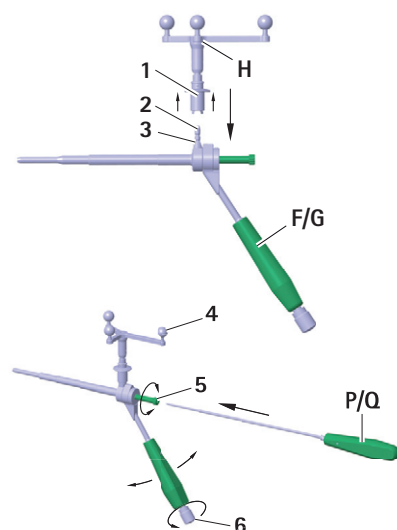

Fig. 2 Montaggio dell'unità a stella Aesculap sul calibro di foratura S⁴C FW664R/FW665R
► Per verificare che la videocamera abbia il campo libero sulle sfere di marker riflettenti, allentare il pomello 6 sull'impugnatura S⁴C del calibro di foratura S⁴C F/G e ruotare l'unità a stella Aesculap H nella posizione desiderata, vedere Fig. 2.
- Per verificare che la videocamera abbia il campo libero sulle sfere di marker riflettenti, allentare il pomello 6 sull'impugnatura del calibro di foratura S⁴C F/G e ruotare l'unità a stella Aesculap H nella posizione desiderata, vedere Fig. 2